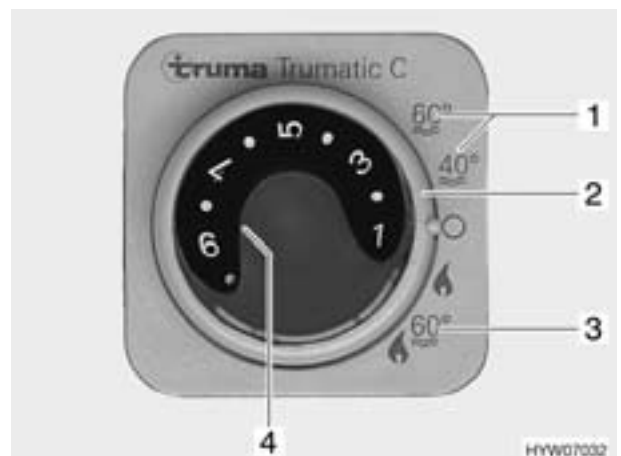

Bild 137 Bedieneinheit für Heizung/Boiler
Der Boiler ist in die Warmluft-Heizung integriert und wird mit Gas (Variante 1) bzw. mit Gas oder Strom (Variante 2) betrieben. Der Boiler wird an der Bedieneinheit (Bild 137) mit dem Drehschalter (Bild 137,2) eingeschaltet. Am Energie-Wahlschalter (Bild 138) wird die Energieart vorgewählt (Variante 2).
Bei Winterbetrieb "Heizung und Boiler" (Bild 137,3) wird beim Einschalten der Warmluft-Heizung automatisch auch das Wasser im Boiler erhitzt. Schaltet die Warmluft-Heizung bei Erreichen der gewünschten Raumtemperatur ab, so heizt der Boiler weiter, bis die Wassertemperatur erreicht ist.
Bei Sommerbetrieb (Bild 137,1) wird nur das Wasser im Boiler auf 40 °C oder 60 °C erhitzt. Das Wasser wird in ca. 1 Stunde auf 60 °C erhitzt. Die gelbe Kontroll-Leuchte (Bild 137,4) leuchtet während der Aufheizphase des Boilers.
- An der Bedieneinheit (Bild 137) Drehschalter (Bild 137,2) auf "Sommerbetrieb" (Bild 137,1) stellen.
Gelbe Kontroll-Leuchte (Bild 137,4) leuchtet während der Aufheizphase. Bei Erreichen der eingestellten Wassertemperatur ist die Aufheizphase beendet und die gelbe Kontroll-Leuchte erlischt.
- An der Bedieneinheit (Bild 137) Drehschalter (Bild 137,2) auf "☐" stellen.
- ▷ Wenn der Boiler an der Bedieneinheit (Bild 137) auf Sommerbetrieb (Bild 137,1) gestellt ist und der Energie-Wahlschalter auf Mischbetrieb (Bild 138,4 oder 5) gestellt wird, arbeitet der Boiler dennoch nur im 230-V-Betrieb. Der Gasbrenner wird nicht zugeschaltet.
Die Kombination Gasbetrieb und 230-V-Elektrobetrieb verkürzt die Aufheizzeit (nur möglich wenn der Boiler an der Bedieneinheit (Bild 137) auf Winterbetrieb gestellt ist).